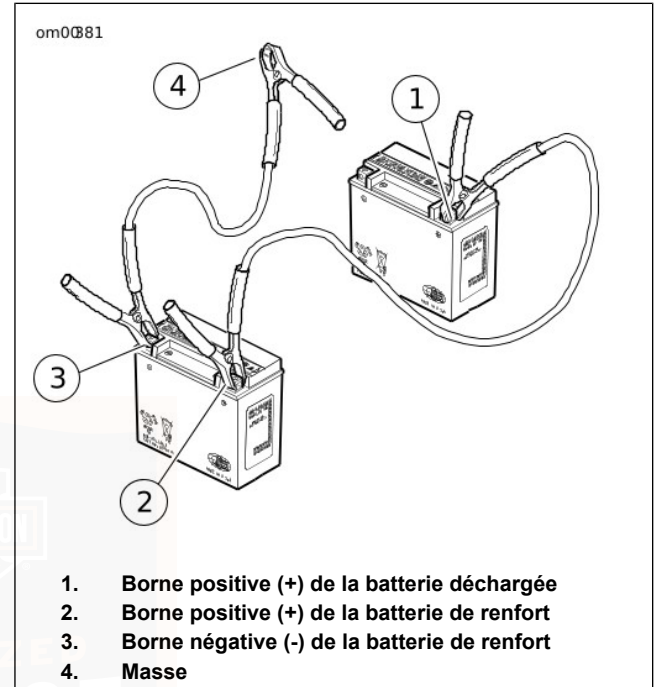

Figure 74. Connexions des câbles de démarrage
1. Voir Figure 74. Connecter une extrémité du câble de démarrage à la borne positive (+) de la batterie DÉCHARGÉE (1).
2. Connecter l'autre extrémité du même câble à la borne positive (+) de la batterie de RENFORT (2).